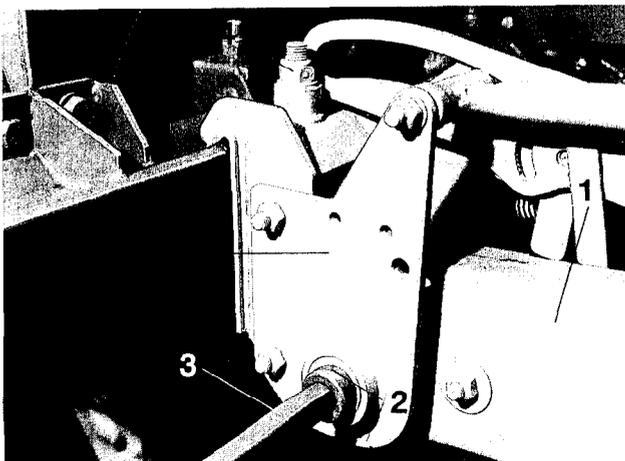

Fig. 26
- Am jeweiligen äußeren Säaggregat (Fig. 26/1) Stelling (Fig. 26/2) auf Vierkantwelle (Fig. 26/3) lösen.
- Muttern (Fig. 26/4 bzw. 27/4) der Halteklammern (Fig. 26/5 bzw. 27/5) lösen.
- Säaggregate und evtl. Antriebsräder in gewünschter Weise auf Klemmschiene (Fig. 26/6 bzw. 27/6) verschieben.